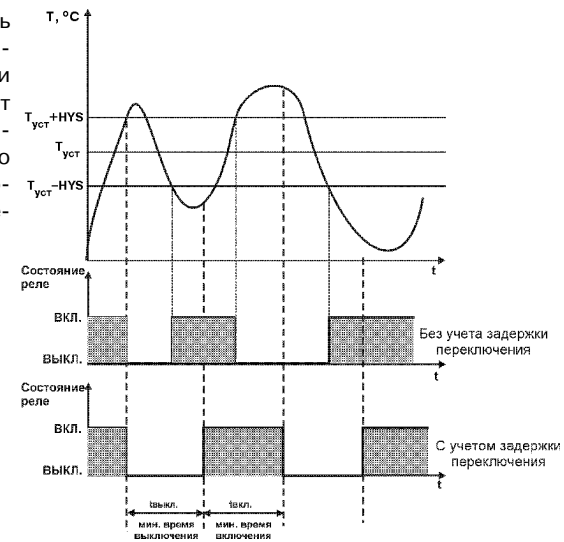

Рис. 8
3.1.5.1.3. Для ЛУ может быть задано минимальное время удержания выхода в замкнутом и разомкнутом состояниях. ЛУ может удерживать выход в соответствующем состоянии в течение заданного времени, даже если по логике работы устройства сравнения требуется переключение (рис. 8).